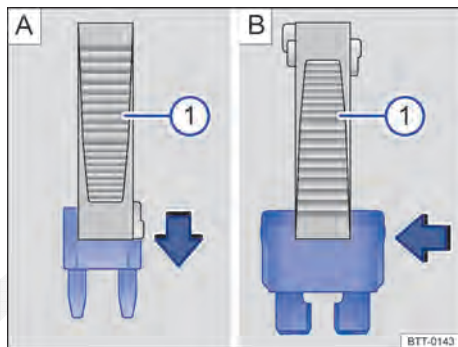

Fig. 232 Retirar ou colocar o fusível plano com o alicate de plástico: **A** MINI **B** ATO.
- *No caso de fusíveis planos*, de acordo com o modelo do fusível, colocar as garras adequadas do alicate plástico ⇒ Fig. 232 **A** ① ou ⇒ Fig. 232 **B** ① sobre o fusível na direção da seta.
- Se o fusível estiver queimado, substituir o fusível por um novo da *mesma* intensidade (mesma cor e inscrição) e do *mesmo* tamanho ⇒ ①.